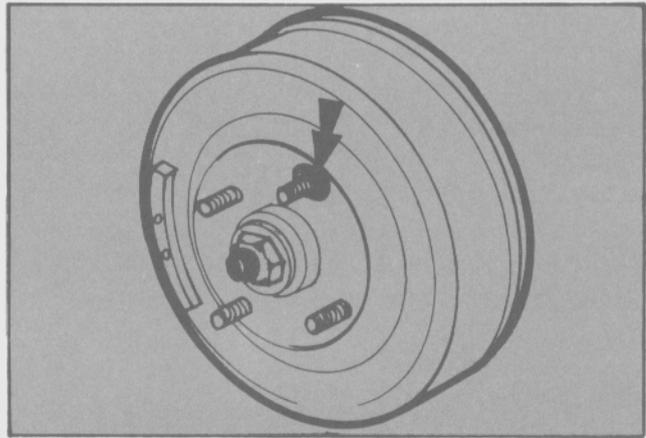

Fig. 57 - Extracción del seguro de la campana.
- Retirar las ruedas traseras y extraer las campanas de freno sacando previamente los seguros colocados en los espárragos (Fig. 57).
- Colocar la campana de frenos y retenerla con el seguro colocado en un espárrago (Fig. 57).